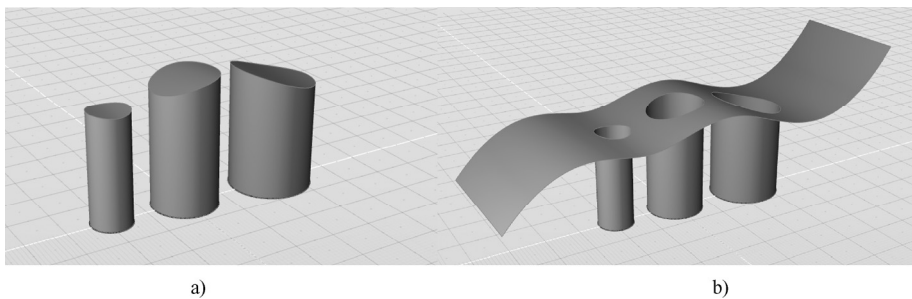

图 4-29 尝试“高至主体”参数的不同设置
4) 在控制面板中,该设置有 3 个选项:“无修剪”(默认)“修剪并保留内部”和“修剪并保留外部”,读者可尝试 3 种选项的不同效果,如图4-29所示。